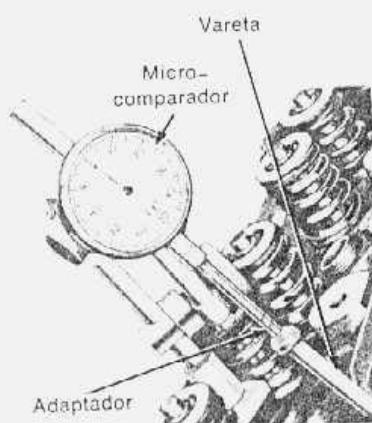

fig. 1 — verificação do alcance dos ressaltos
3. Instalar um micro-comparador com adaptador para vareta de extremidade esférica (fig. 1). Para verificar os ressaltos das válvulas de escapamen-